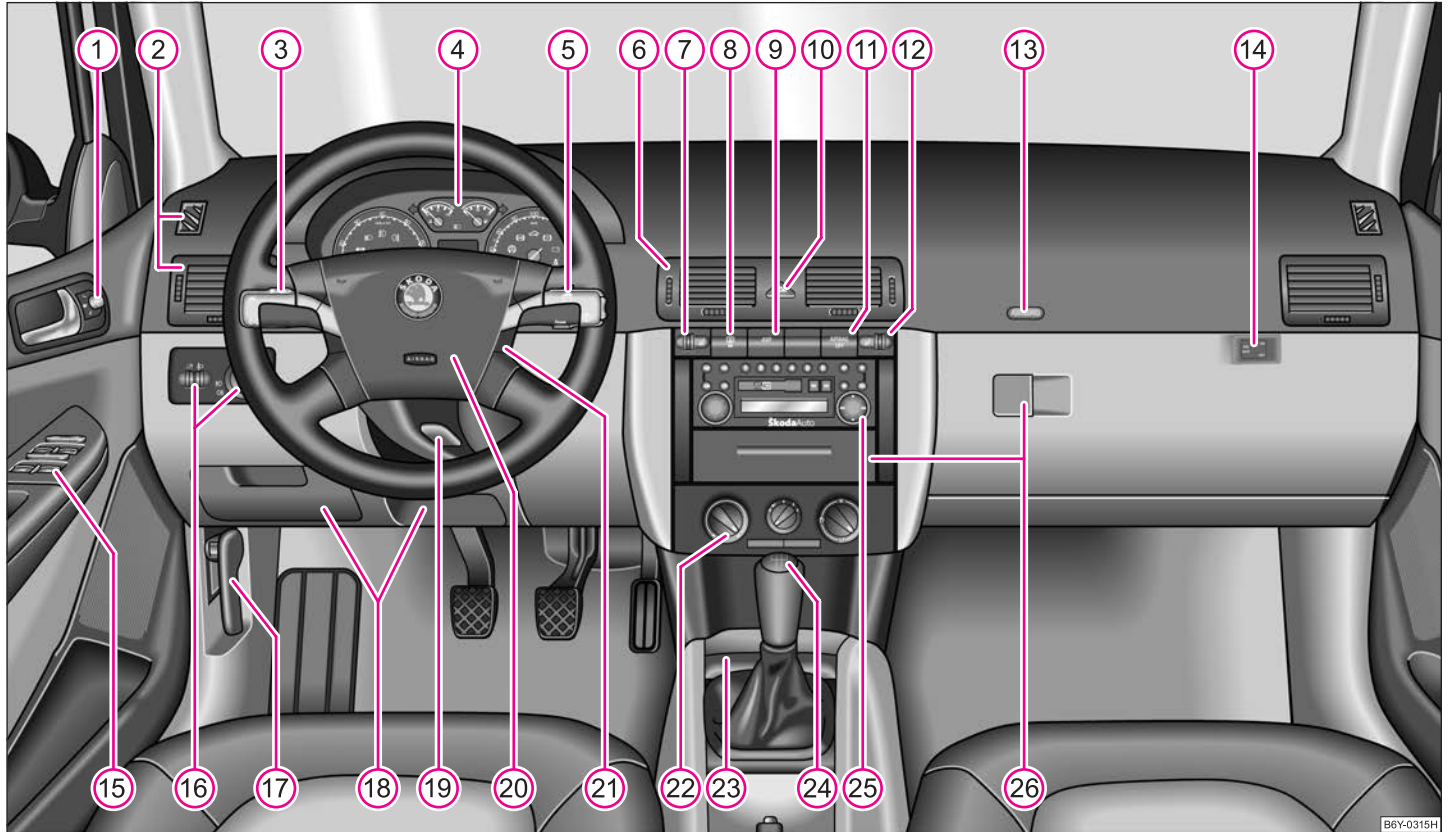

Fig. 1 Quelques-uns des équipements ci-dessus ne sont montés que sur certaines versions ou sont des options.
- La disposition des commandes diffère partiellement de celles de ⇒ page 7, fig. 1 en cas de direction à droite. Les symboles des commandes sont toutefois identiques. ■